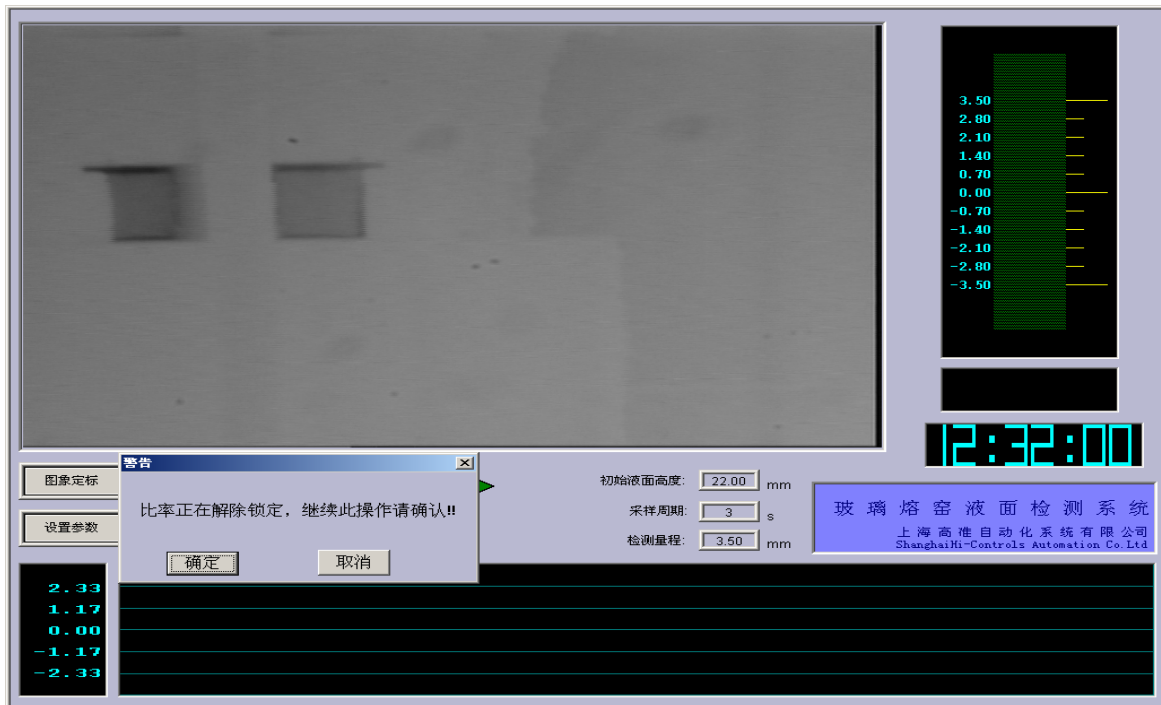

图 11
5. 点击“比率锁定”按钮，出现如图 11 提示框，本功能用于计算实际毫米数与图像中对应的像素比。主要是防止多次标定后检测值的过大波动。